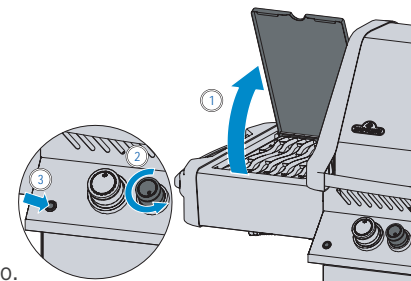

Fig. 2
5. Si el quemador no enciende, regrese la perilla a la posición de apagado, espere 5 minutos y repita el paso 3 y 4. Si aún no funciona, encienda con un fósforo. (Fig. 2)
4. Si el quemador no enciende, regrese la perilla a la posición de apagado, espere 5 minutos y repita el paso 2 y 3. (Fig. 2)